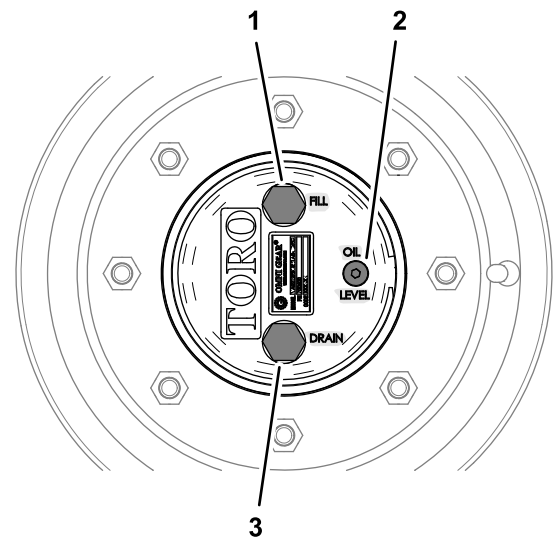

Figure 83
1. Amenez la machine sur une surface plane et horizontale, tournez une roue de sorte que le bouchon de remplissage soit en haut, à la position 12 heures, et le bouchon de vidange soit en bas, à la position 6 heures (Figure 83).
1. Amenez la machine sur une surface plane et horizontale, tournez une roue de sorte que le bouchon de remplissage soit en haut, à la position 12 heures, et le bouchon de vidange soit en bas, à la position 6 heures ; voir Figure 83 sous Contrôle du niveau d'huile du train planétaire (page 70).